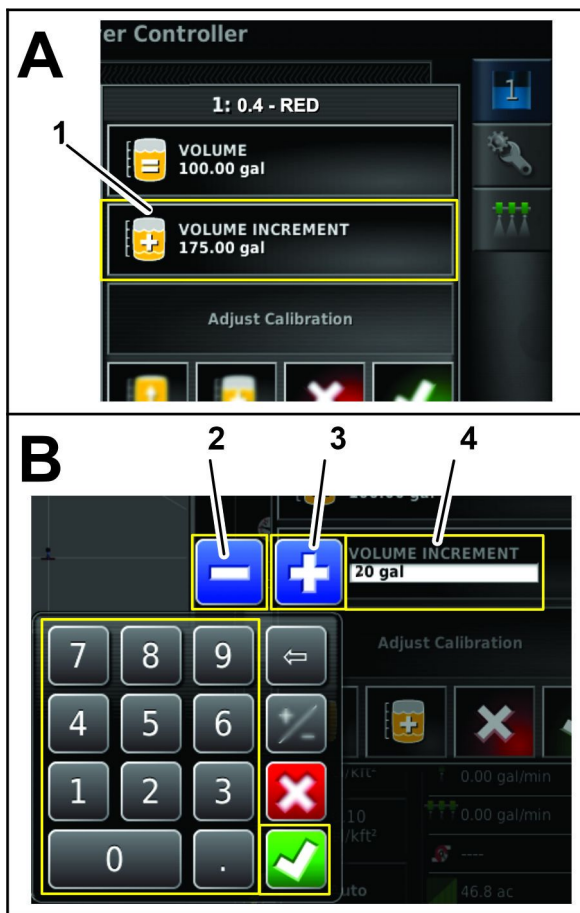

Figura 126
- 1. Pulse el icono LLENADO DEL DEPÓSITO (Figura 126).